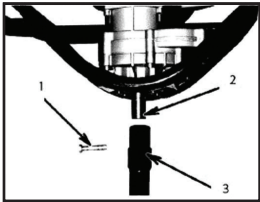

Рис.1
См.рис.1. Установите выходной вал (2) в отверстие шнека (3) и закрепите его используя, подходящую шпильку (1).